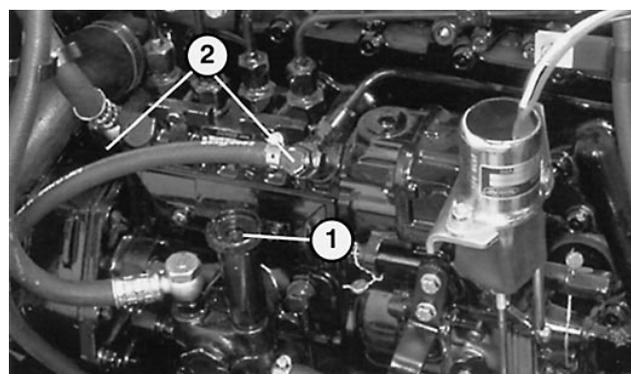

Figure 25
4. Tourner la pompe d'amorçage (Fig. 25) dans le sens contraire des aiguilles d'une montre jusqu'à ce que le ressort de l'ensemble pompe se relâche. Actionner la pompe jusqu'à ce que la carburant s'écoule régulièrement par le bouchon du filtre, puis resserrer le bouchon.
5. Desserrer d'environ 1 tour et demi le bouchon de purge de la pompe d'injection (Fig. 25). Actionner la pompe d'amorçage jusqu'à ce que le carburant s'écoule régulièrement par le bouchon de purge (Fig. 25), puis resserrer le bouchon.